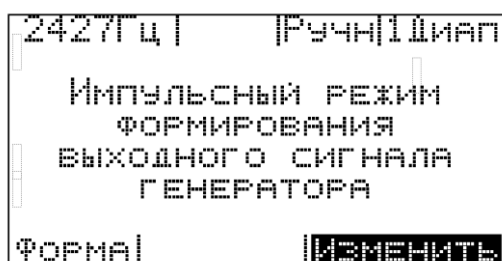
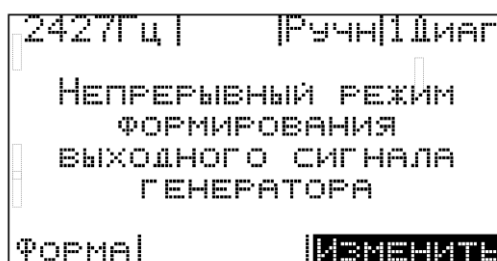

рис. 5
рис. 6
- нажимать левую кнопку "Установка режимов" (6) до появления пункта меню "Форма";
- нажать правую кнопку "Установка режимов" (6) - "Изменить" при этом на экране будет отображаться изображение, похожее на рис. 5 или на рис. 6;
- для выбора формы необходимо нажимать на правую кнопку "Установка режимов" (6) до момента появления на экране требуемой формы сигнала ("Непрерывный" или "Импульсный" режимы);
- выйти из режима редактирования формы сигнала, нажатием на левую кнопку "Установка режимов" (6).